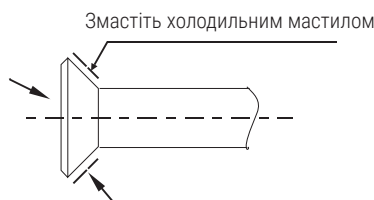

Рис. 5.1
- Змастіть холодильним мастилом (це має бути моторне мастило, сумісне з холодоагентом цього типу) зовнішню поверхню вальцювального з'єднання та кінчну поверхню сполучних гайок і закрутіть їх рукою на 3 або 4 оберти (рис. 5.1) перед закручуванням гайки вальцювального з'єднання.